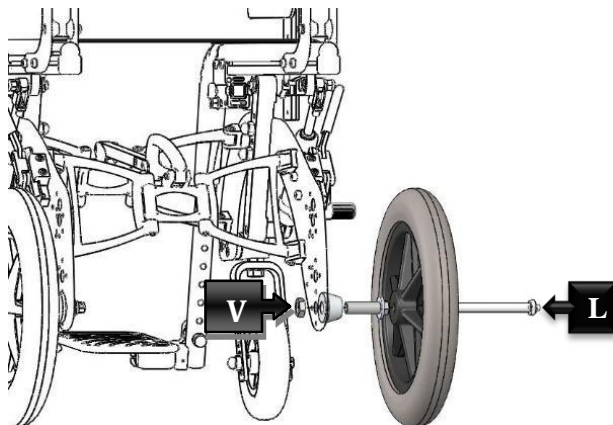

Abbildung 46
Um das Gehäuse zu entfernen, einen leichten Druck auf den in Abbildung 46 gezeigten Pip-Pin (L) ausüben und entfernen. Danach das Rad herausnehmen und die Mutter (V) mit einem 24 mm Sechskantschlüssel lösen.